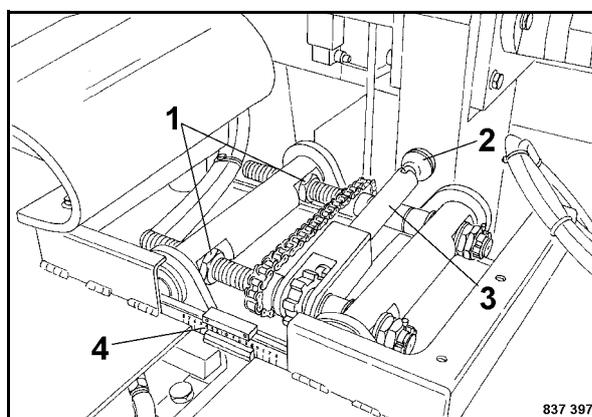

Fig. 110
- Allentare i controdadi 1 (Fig. 110).
- Estrarre il pomello (2) e regolare il profilo richiesto con l'aiuto della leva (3).
- Controllare l'impostazione del profilo sulla scala (4).